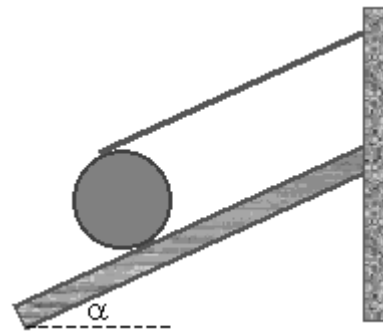

Figura 6.19 Problema 6.16
- 6.16 Un cilindro de masa M y radio r descansa sobre un plano inclinado sujetado por una cuerda tangente al cilindro y paralela a la superficie del plano. El plano está inclinado en un ángulo α con la horizontal, como se muestra en la figura 6.19. Calcular: a) el valor mínimo del coeficiente de fricción estático, en términos de α , para que el cilindro no resbale hacia abajo del plano inclinado, b) la tensión en la cuerda en términos de M , g y α . R: a) $0.5 \tan \alpha$, b) $0.5 Mg \sin \alpha$.